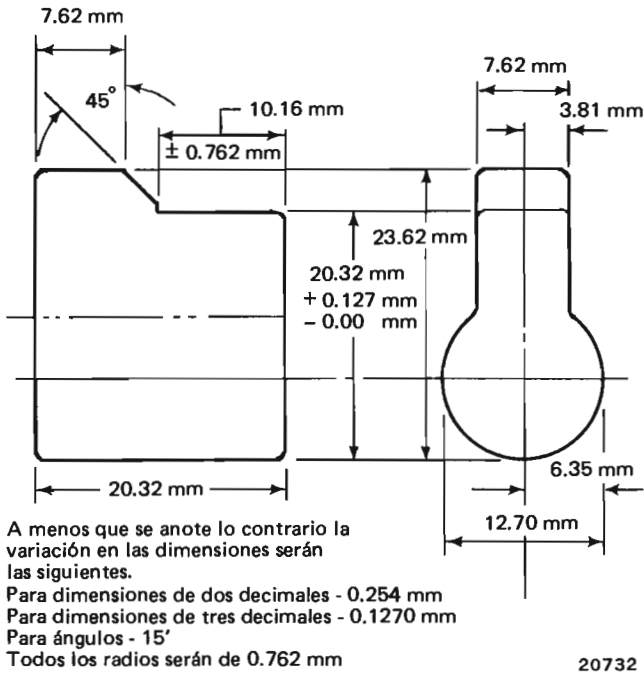

Fig. 3 -- Dimensiones del lingote Núm. 8476044
2. Compruébese la altura del lingote número 8476044 según las dimensiones que aparecen en la Fig. 3.